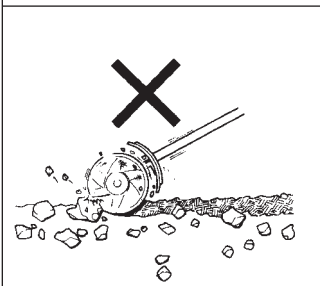

Fig. 3-5
- b. Do not work in rocky area. If the tines jammed with rock or hard soil, or tangled around with long grasses, shut off engine first, then remove the obstruct. (Fig. 3-5)
- b. Verwenden Sie das Gerät nicht in steinigem Erdreich. Wenn das Pflugmesser gegen Steine oder harte Erdteile schlägt oder wenn sich lange Gräser im Messer verfangen, schalten Sie den Motor aus und beseitigen Sie das Problem. (Fig. 3-5)
- b. Ne pas travailler dans un endroit rocailleux. Si les dents se coincent à cause des rochers ou du sol dur, ou sont prises dans des longues herbes, arrêter d'abord le moteur, et, ensuite, enlever l'encombrement (Fig. 3-5)